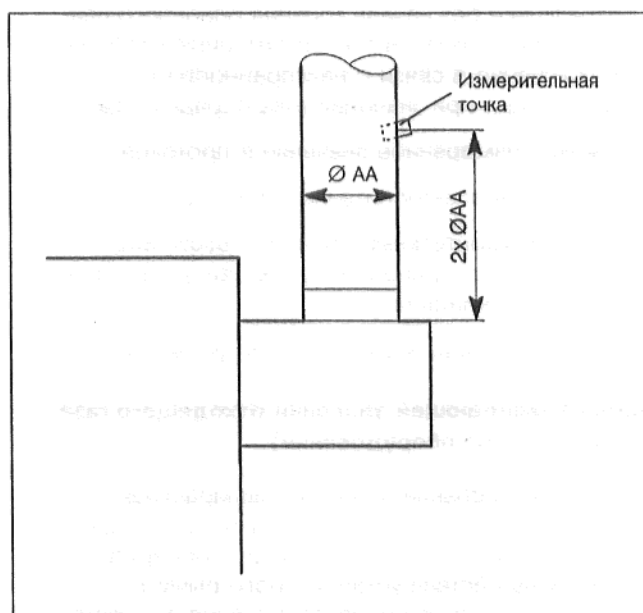

Рис. 22: Измерительная точка в трубе отходящего газа
- Выполнить в трубе отходящего газа отверстие на расстоянии прил. 2 x Ø AA за предохранителем потока на стороне, обращенной от котла (Рис. 22).